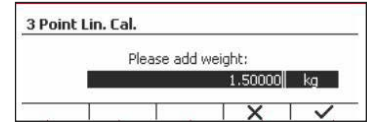

Figure 17
- Placez la masse d'étalonnage du poids spécifié sur le plateau et appuyez sur le bouton multifonction correspondant à l'icône ✓ pour confirmer. Pour modifier le point d'étalonnage, saisissez la valeur désirée, puis placez le poids correspondant sur le plateau pour l'étalonnage. (Voir Figure 17)